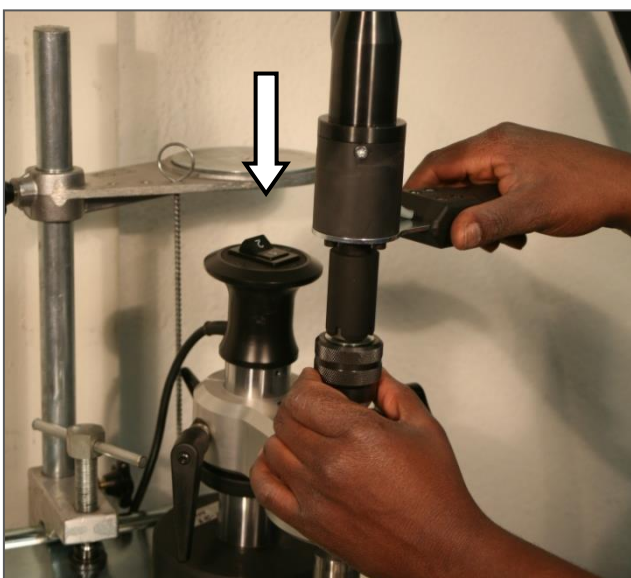

Fig. 24
20. Setzen Sie den Vario Drive auf den Adapter bis der Mitnehmerpin in den Schaft eingreift. Halten Sie die Vorschubmutter mit der linken Hand. Mit der rechten Hand kann der Handgriff des Vario Drive festgehalten werden. Fig. 24
22. Drücken Sie den Knopf am Vario Drive Handgiff (die Spindel beginnt sich etwa nach 1 Sekunde zu drehen). Die Vorschubmutter langsam im UZS drehen (der Formstahl wird nach unten bewegt) bis der Formstahl zu schneiden beginnt. Fig. 24 / Fig. 26
23. Die Bearbeitung fortsetzen und den Handgriff gut festhalten. Die Vorschubmutter immer gleichmässig weiterdrehen bis der Formstahl den Sitz und die Korrekturen komplett geschnitten hat. Fig. 24 / Fig. 26